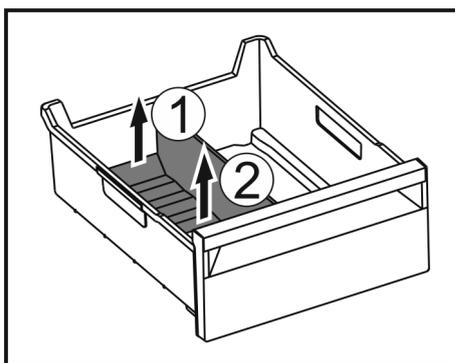

Fig. 166
- ▶ Levantar la parte posterior del separador para congelador. Fig. 166 (1)
- ▶ Extraer el separador para congelador hacia arriba. Fig. 166 (2)